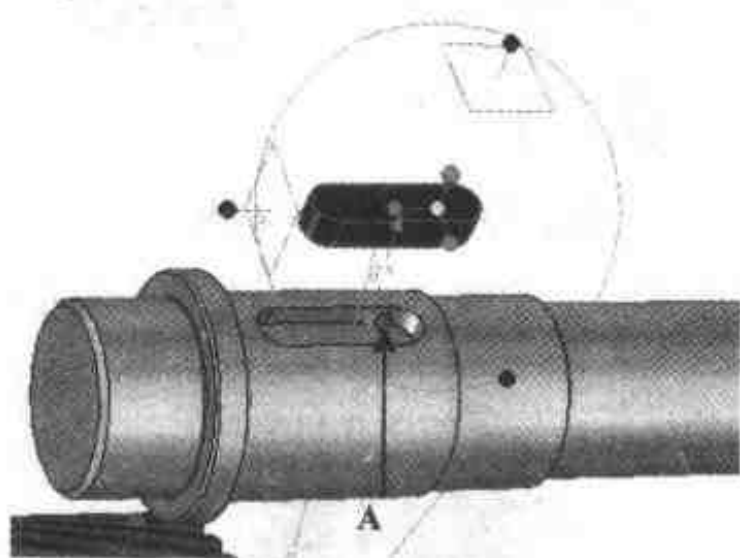

图 3.107 旋转视图到适当位置
- (7) 再次按下空格键, 使三维球与键重新组合在一起。
- (8) 旋转视图直到可以看见齿轮轴上与三维球所在角点对应的点, 如图 3.107 所示。
- (9) 右击三维球的中心手柄, 选择【到点】命令, 然后单击如图 3.107 所示键槽上的 A 点位置。